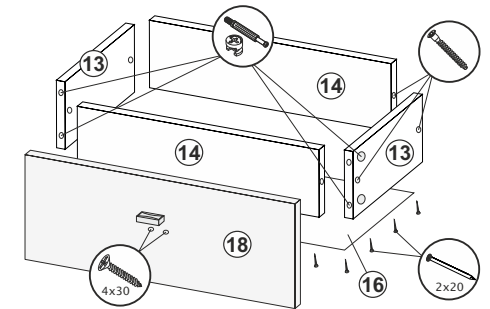

Рис.2
- Сборка выдвижного ящика:** Соединить детали ящика (13,14) еврошурупами. Замерить диагонали получившихся ящиков и прибить ХДФ (16) гвоздями 2x20 (рис.2).
- К створкам (18) прикрутить ручки шурупами 4x30. Установить створки (18) на собранные ящики с помощью эксцентриков (рис.2).
- Прикрутить ответные части направляющих по центру деталей ящика (13) шурупами 4x16.